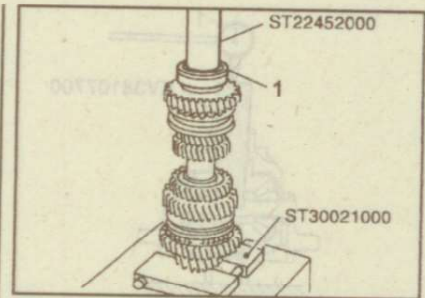

Рис. 9.118. Установка заднего подшипника (1) вторичного вала
24. Установите задний подшипник вторичного вала (рис. 9.118).